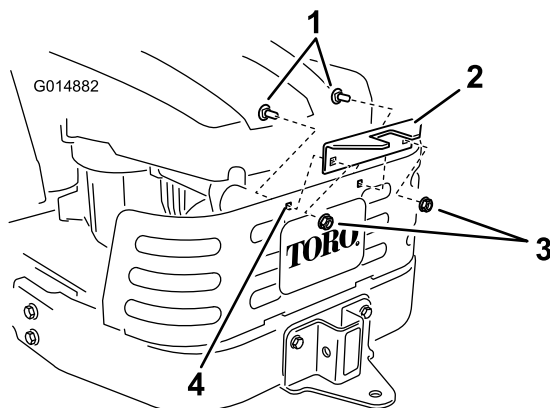

Figura 13
- Montate il telaio del sistema di raccolta sulla staffa di supporto. Fissate il telaio del sistema di raccolta con un perno con testa (1/2 x 2-1/4 poll.) e una coppiglia (Figura 13).